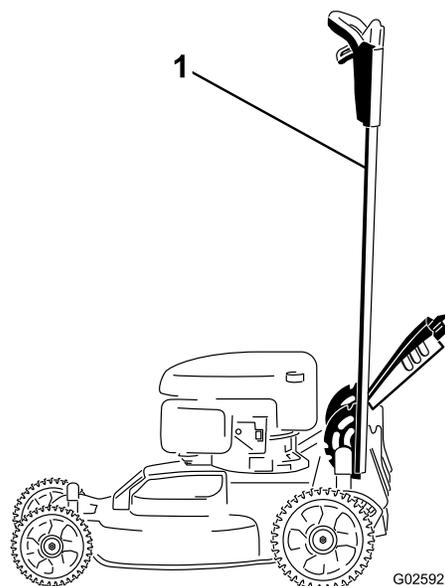

Рисунок 37
- Зафиксируйте рукоятку в вертикальном положении (Рисунок 37); см. Регулировка высоты рукоятки \(страница 12\).